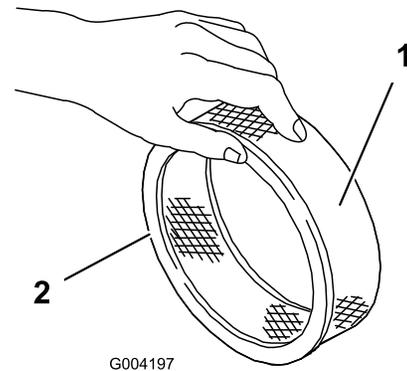

Figura 20
5. Golpee suavemente el elemento de papel en una superficie plana para eliminar polvo y suciedad (Figura 20).